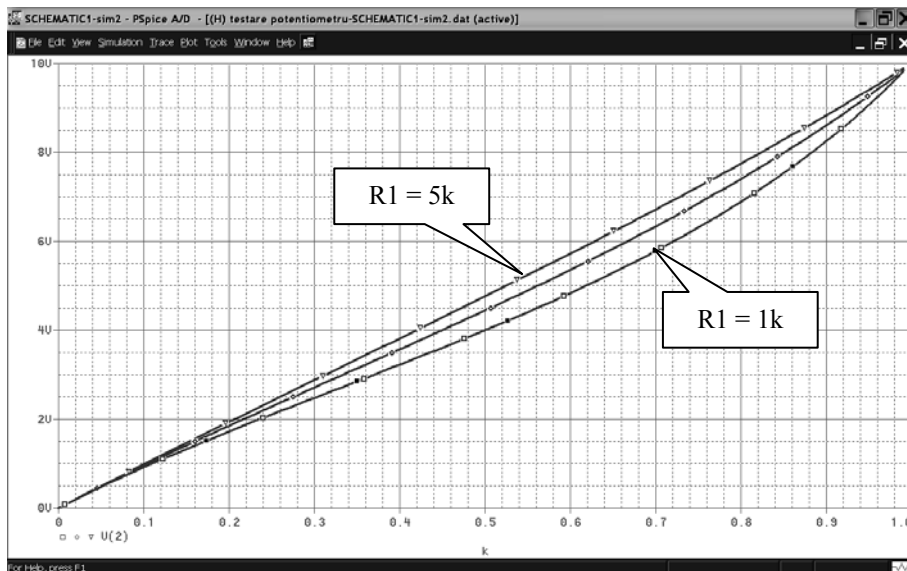

Figura 5.24
14. Considerăm potențiometrul ca un senzor de deplasare unghiulară, în care poziția  $K$  a cursorului reprezintă distanța relativă față de unul din capete. Dacă rezistența totală  $R$  corespunde unei deplasări unghiulare a cursorului de  $300^\circ$ , reprezentați variația tensiunii de ieșire,  $V(2)$ , în funcție de deplasare cursorului pentru diverse valori ale rezistenței de sarcină  $R_1$ , de exemplu  $R_1 = 1\text{ k}\Omega, 2\text{ k}\Omega, 5\text{ k}\Omega$  (figura 5.24).